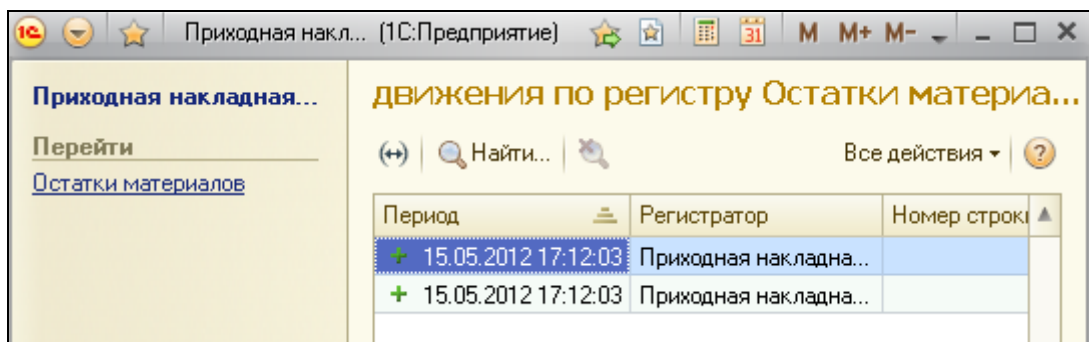

Рисунок 3.10 Движения по регистру **Остатки материалов**
4. Перейдите к регистру, щелкнув по строке меню **Остатки материалов**. В окне отображаются движения выбранного документа по регистру **Остатки материалов** (рис. 3.10).